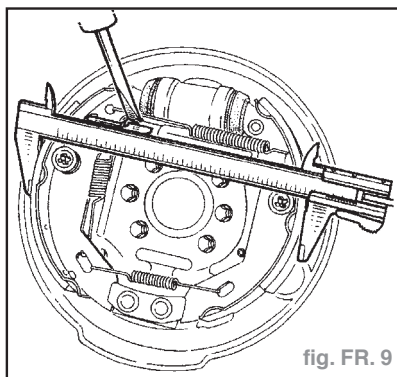

fig. FR. 9
- la biellette d'appui réglable (A),
- le ressort (1) de tension du levier de réglage,
- le levier de réglage (B).
- A l'aide d'un tournevis ajuster le réglage diamétral des segments par le secteur cranté de la biellette (B) afin d'obtenir un diamètre de 228 mm (fig. FR. 9).